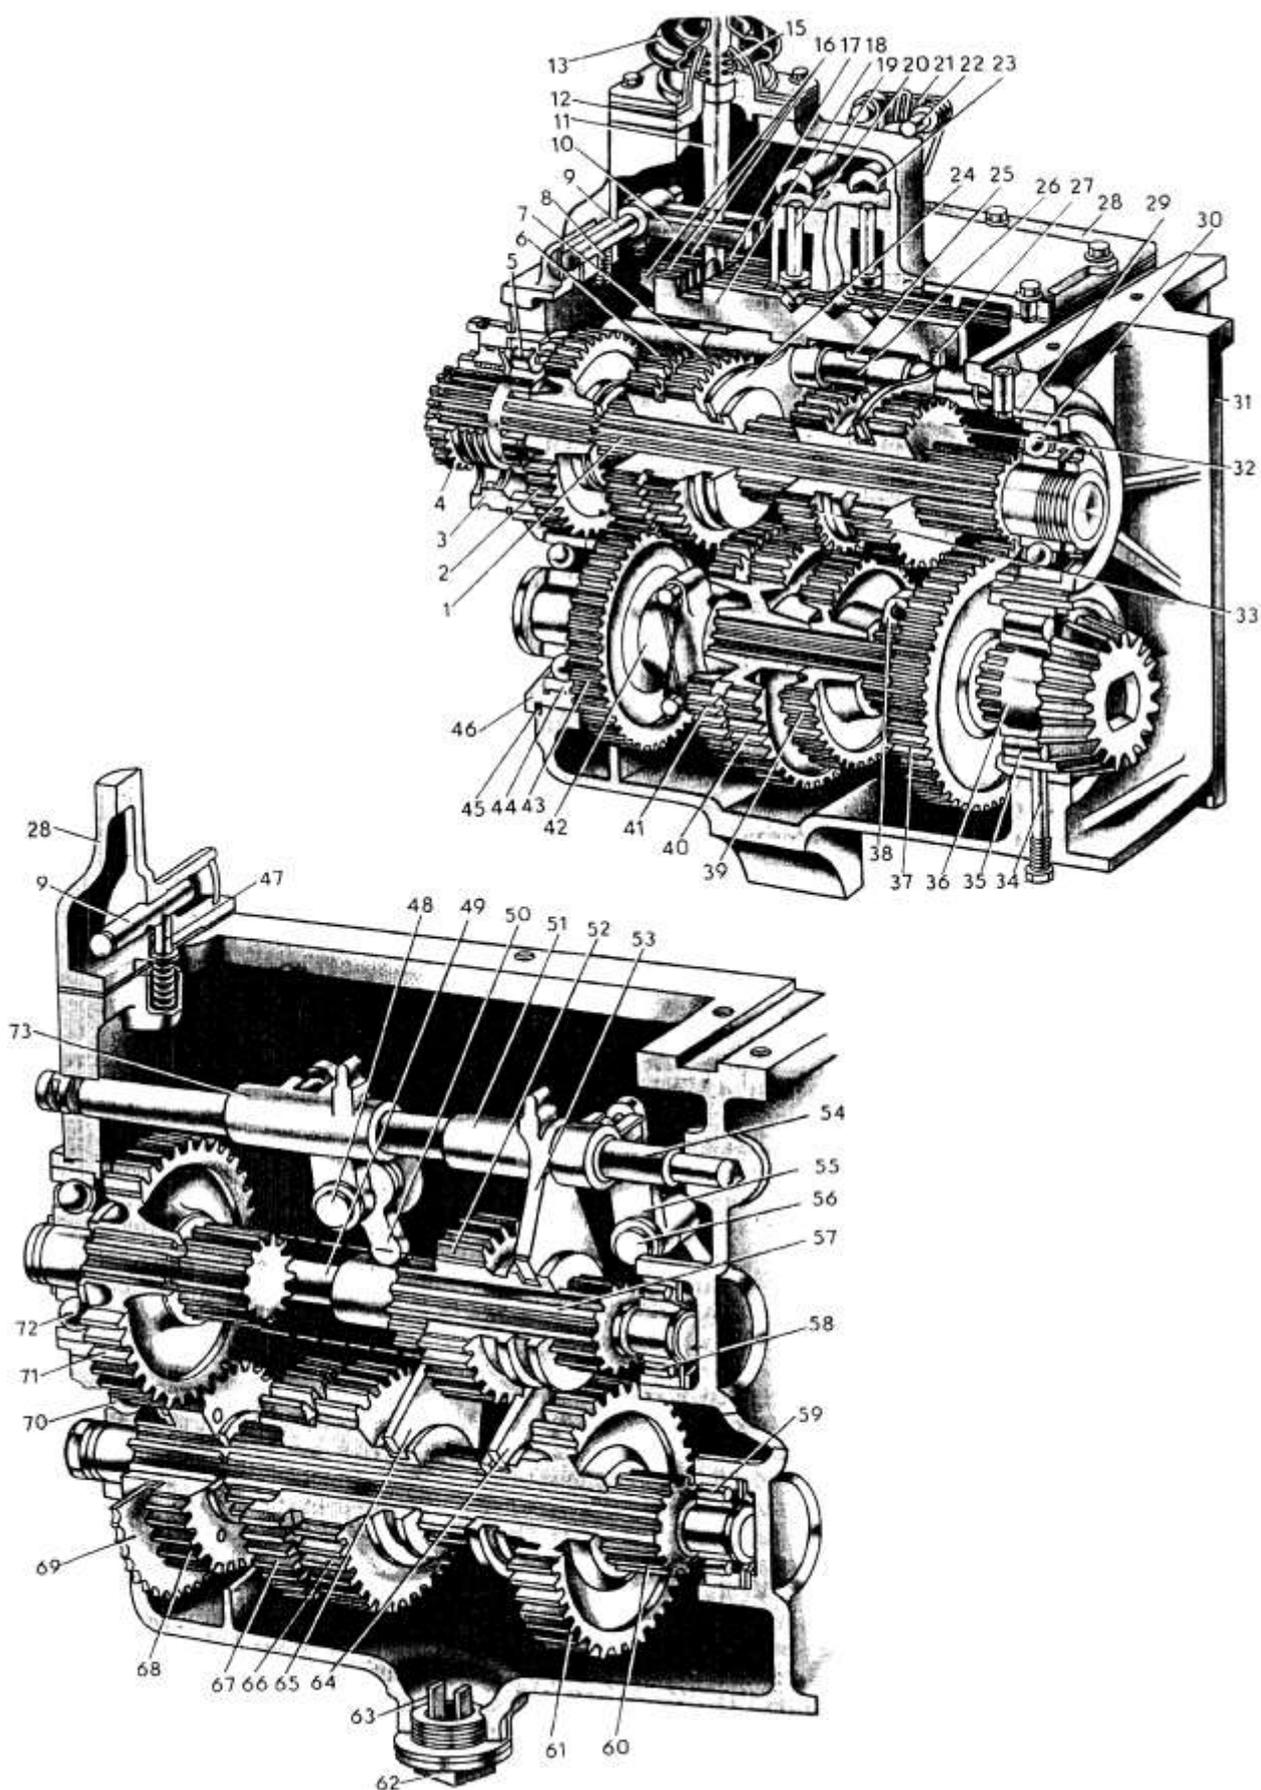

Рис. 19. Коробка передач трактора ДТ-75М
3. Снимите с передней стенки корпуса запорные планки и выньте направляющие оси **26** и **54** вилок (рис. 19).